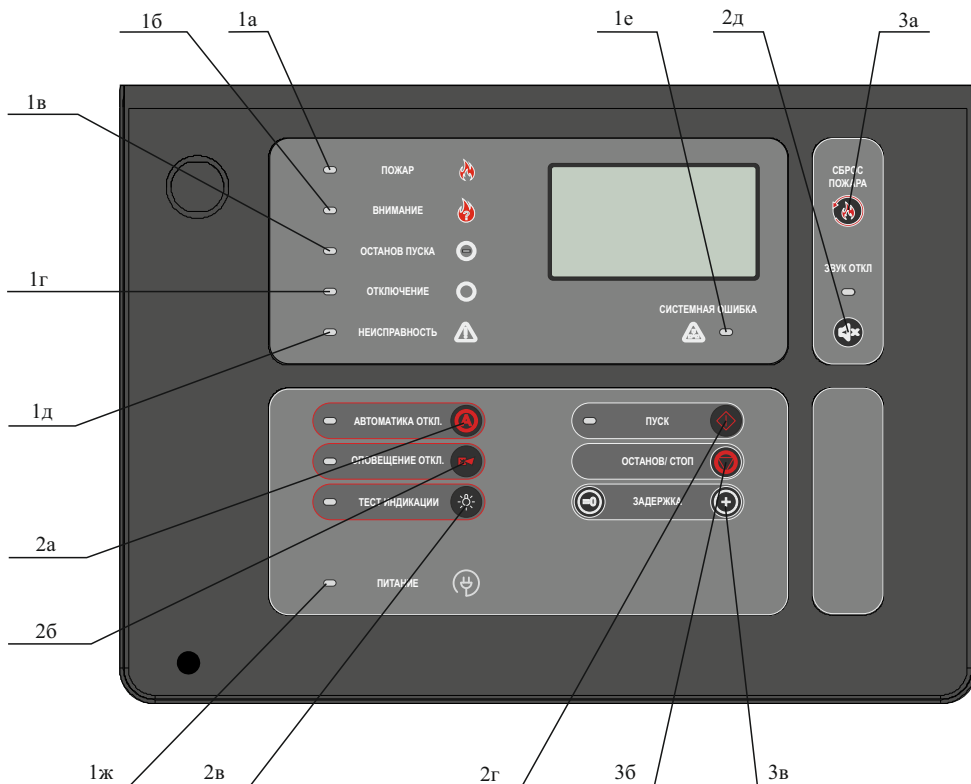

Рисунок 1
5.3 ПУИ (рисунок 1) предназначен для: